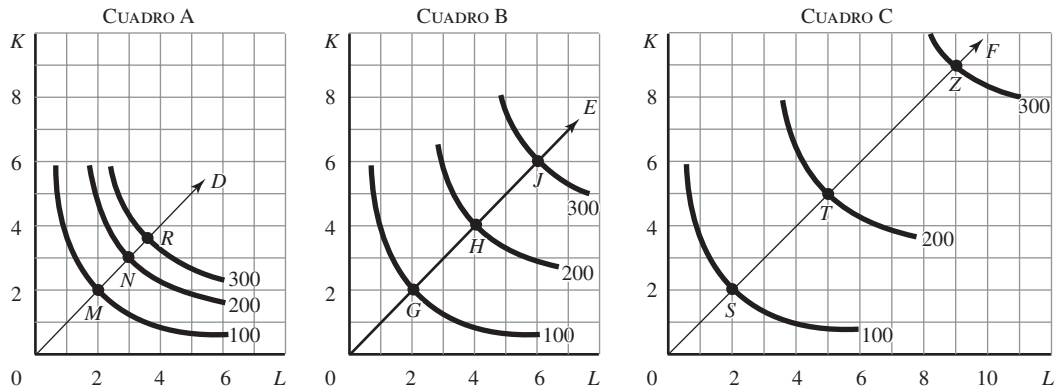

Figura 6-24
6.25 ¿Cuál conjunto de isocuantas en la figura 6-24 muestra *a)* rendimientos constantes a escala, *b)* rendimientos crecientes a escala y *c)* rendimientos decrecientes a escala?